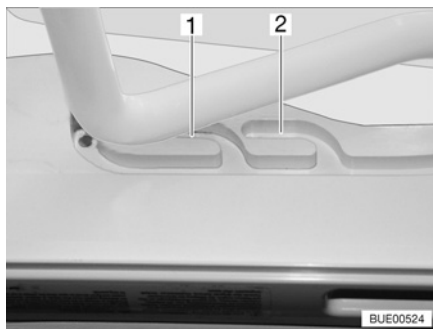
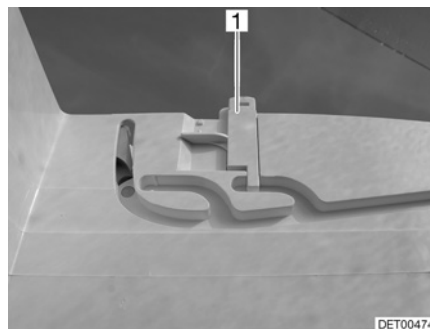

Fig. 38 Lanterneau Heki en position de ventilation
Fig. 39 Verrouillage position de ventilation
Il est possible d'amener le lanterneau Heki en deux positions de ventilation : Position pour mauvais temps (Fig. 38,1) et position intermédiaire (Fig. 38,2). Selon l'équipement, il est possible de verrouiller le lanterneau en position intermédiaire avec les deux verrous (Fig. 39,1) à gauche et à droite du cadre du lanterneau.
- Pousser légèrement l'étrier vers le haut, le pousser dans la glissière choisie (Fig. 38,1 ou 2) et le verrouiller si nécessaire.